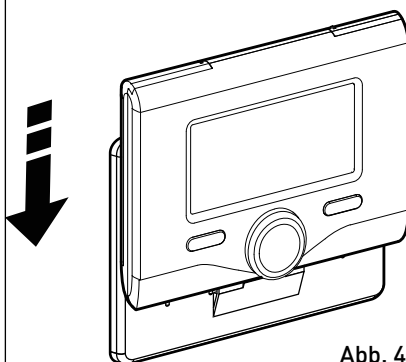

Abb. 4
- setzen Sie die Systemschnittstelle auf die Halterung und drücken Sie sie nach unten (Abb. 4).